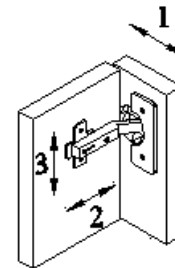

Рис. 5
- Установить и закрепить дверь поз. № 7 при помощи петель и саморезов 4,0x16, произвести регулировку (Рис. 5).